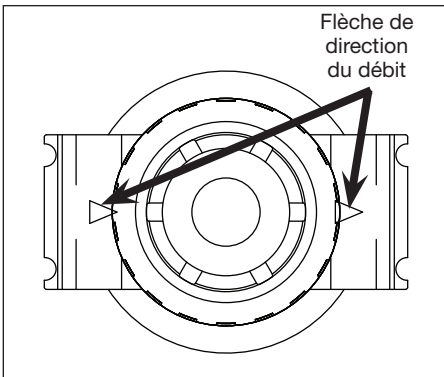

Figure 2 - Particulier indiquant l'emplacement de la flèche qui montre la direction du débit
1. Trouver la flèche de la direction du débit d'air (voir Figure 2, particulier). La flèche montre la direction du débit d'air.
4. Vérifiez que les flèches pointent en direction du débit d'air (voir Figure 2).